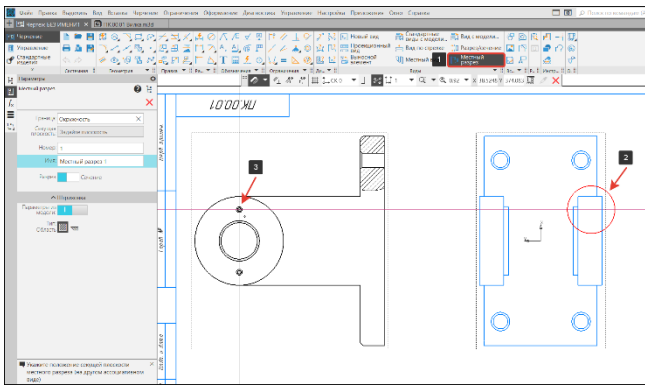

Рисунок 214 - Команда местный разрез
- В панели Видов выберем команду Местный разрез (1) (Рисунок 214);
- Выберем замкнутый контур, ограничивающий местный разрез (2) (Рисунок 214);
- Перенесем курсор на отверстие на главном виде (3) (Рисунок 214);